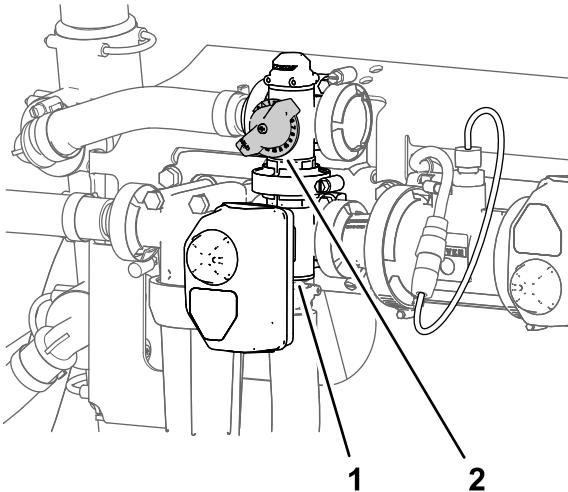

Рисунок 206
2. Отрегулируйте клапан перепуска перемешивания (Рисунок 206) так, чтобы показание давления в системе опрыскивания стало равно 689 кПа (100 фунтов на кв. дюйм).